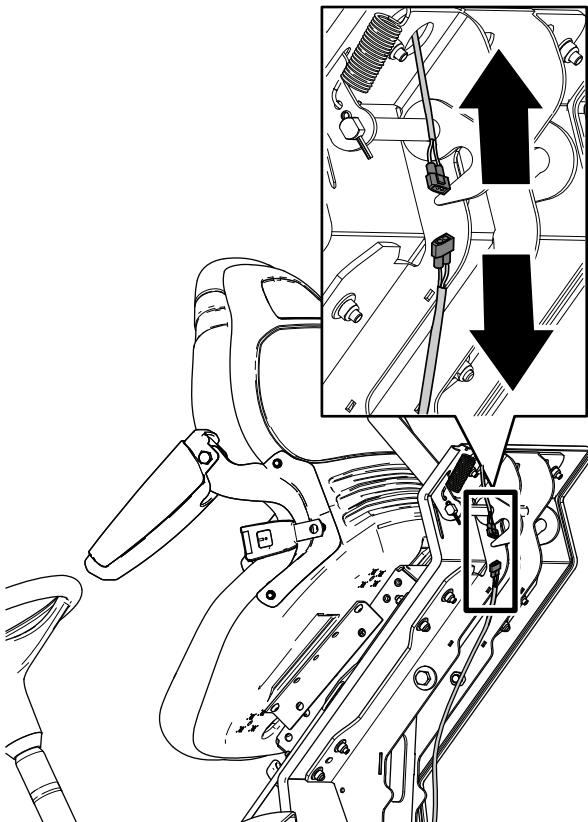

Bild 4
- Ziehen Sie den Anschluss für den Kabelbaum des Sitzschalters vom Anschluss des Kabelbaums der Maschine ab (Bild 4)